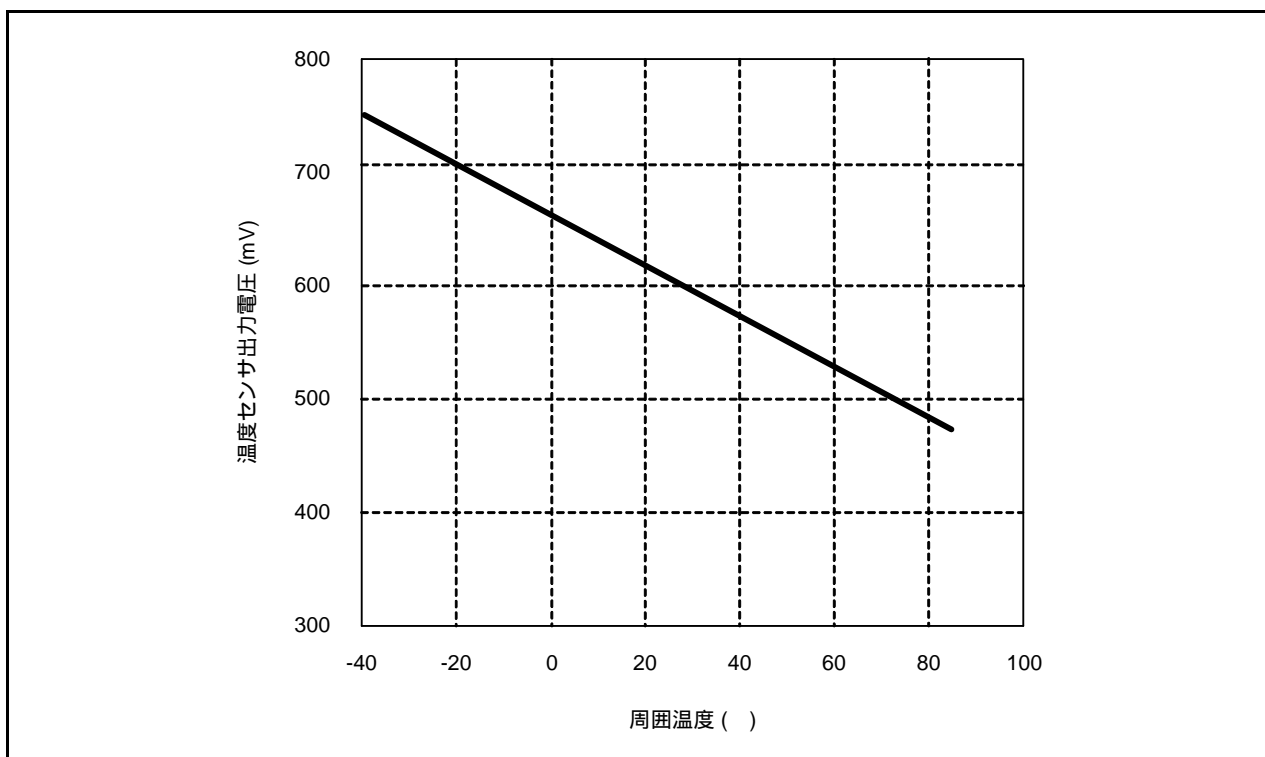

図 25.10 ゲイン1選択時の温度センサ出力電圧の温度特性(標準特性)
表 25.9に温度センサの性能を、図 25.10にゲイン1選択時の温度センサ出力電圧の温度特性(標準特性)を示します。
- 温度センサ出力電圧のA/D変換結果には、温度センサ出力電圧のばらつきとA/Dコンバータ絶対精度誤差が含まれるため、温度センサの性能(表 25.9参照)やゲイン1選択時の温度センサ出力電圧の温度特性(標準特性)(図 25.10参照)に対して誤差が発生することがあります。